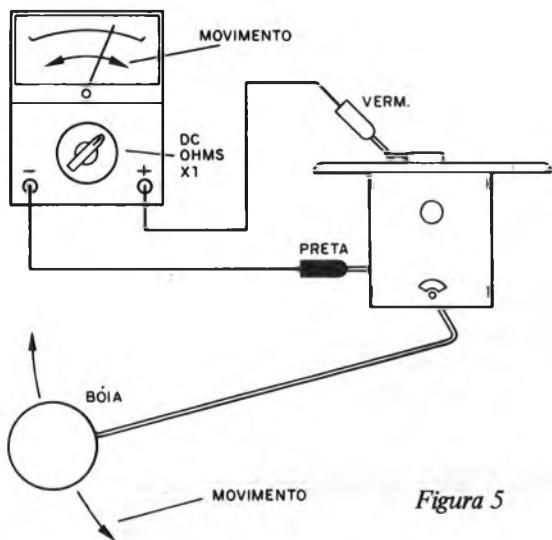

Figura 5
a) Prova do sensor: desligando o fio que vai ao instrumento e ligando as pontas de prova do multímetro na escala mais baixa de resistência (DC OHMS X1 ou DC OHMS X10), devemos ler um valor baixo quando o sensor estiver bom. Movimentando a bóia, deve haver uma movimentação da agulha. (figura 5)